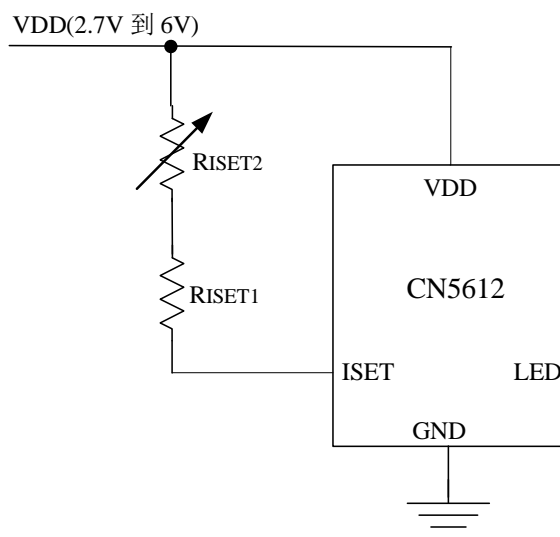

图 7 用可变电阻调整发光二极管的亮度
3. 用可变电阻调整发光二极管的亮度（如图7所示）
用一个可变电阻可以连续调整发光二极管的亮度，如图7所示。 R_{ISET1} 设置了流经LED管脚的最大电流， R_{ISET2} 为可变电阻，改变 R_{ISET2} 的电阻值就可以连续改变发光二极管的亮度。